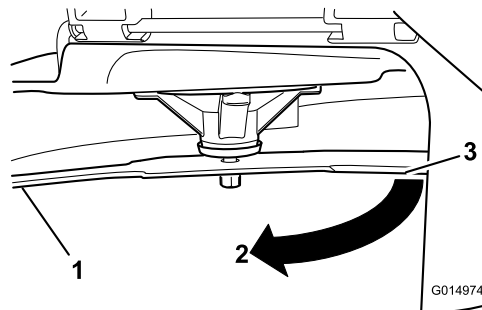

Figura 60
4. Ruotate la stessa lama di 180 gradi in modo che il tagliente opposto si trovi ora nella stessa posizione (Figura 60).